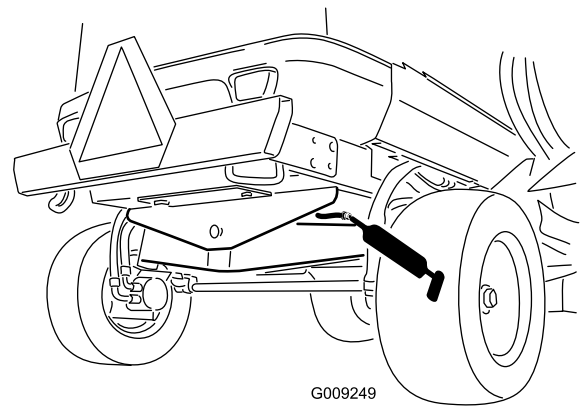

Figure 51
- 1 bague de pivot d'essieu arrière (Figure 51)